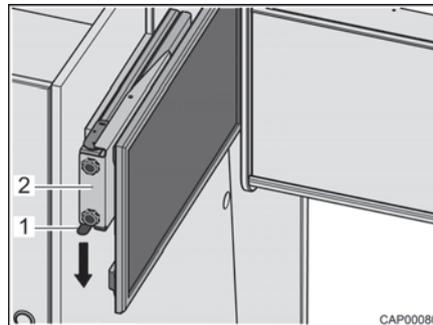

Fig. 57 Base estraibile con schermo piatto
- Premere verso il basso la molla d'arresto (Fig. 57,1) ed estrarre orizzontalmente la base estraibile (Fig. 57,2) con lo schermo piatto in direzione del centro del veicolo.
- Spingere orizzontalmente verso l'interno la base estraibile (Fig. 57,2) con lo schermo piatto fino all'arresto. La molla d'arresto (Fig. 57,1) scatta in posizione.